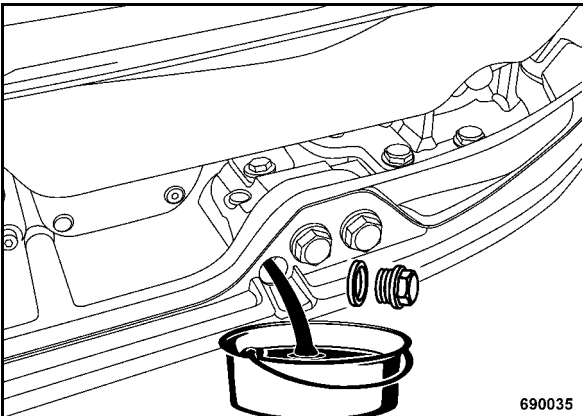

рис. 58
- Вывинтить пробку сливного и наливного отверстия, и слить масло (рис. 58).